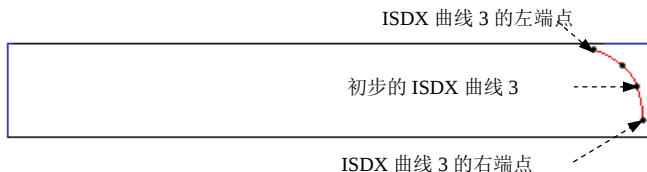
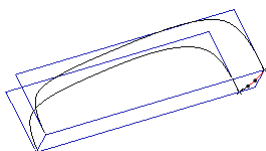

图 10.5.38 创建初步的 ISDX 曲线 3
图 10.5.39 对齐两个端点
(4) 创建初步的 ISDX 曲线 3。
① 单击 **样式** 功能选项卡 **曲线** 区域中的“曲线”按钮 。
② 在操控板中单击 按钮。
③ 绘制图 10.5.38 所示的初步的 ISDX 曲线 3，然后单击操控板中的  按钮。
(5) 编辑初步的 ISDX 曲线 3。
① 单击 **样式** 功能选项卡 **曲线** 区域中的  按钮，然后选取 ISDX 曲线 3。
② 单击按钮 ，选择 VIEW_3 视图；按住 Shift 键，拖动 ISDX 曲线 3 的两个端点，分别将其对齐至 ISDX 曲线 1、曲线 2 在活动平面上的两个交点处，如图 10.5.39 所示（对齐时，显示“×”符号）。